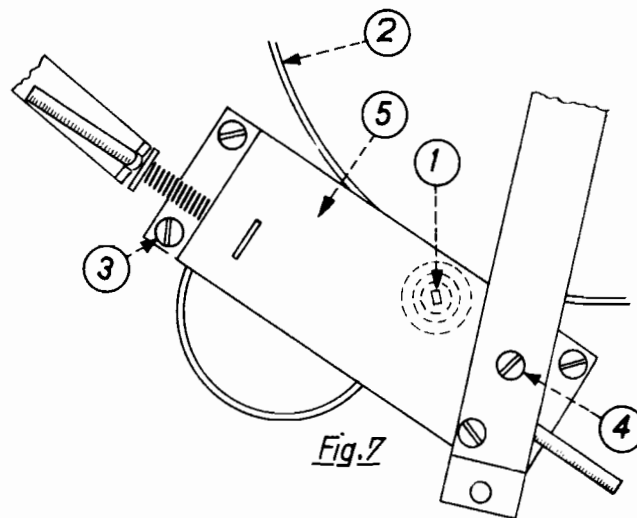

Fig. 7
- c) Staat de DRAAITAFELNAAF (1 fig. 7) wellicht iets te VER van de COMMANDOSCHIJF (2 fig. 7) zodat er tussen beiden niet voldoende koppeling is ? DRAAI de VIER SCHROEVEN (3 fig. 7) en de TWEE SCHROEVEN (4 fig. 7) iets LOS en VERSCHUIF het PAUZEMECHANISME (5 fig. 7) iets IN DE RICHTING van de COMMANDOSCHIJF. Daarna de ZES SCHROEVEN weer stevig VASTDRAAIEN.